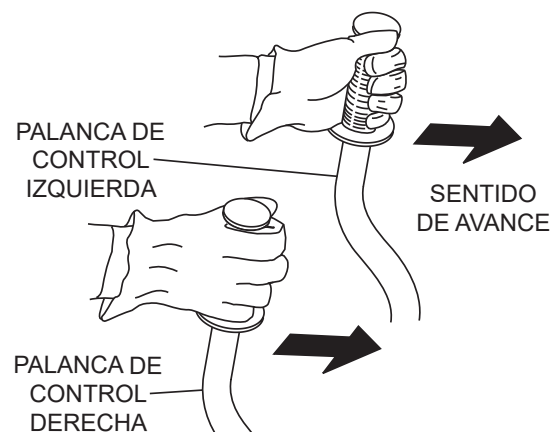

Figura 18. Palancas de control derecha e izquierda
- Empuje las palancas de control derecha e izquierda hacia adelante. Vea la Figura 18.